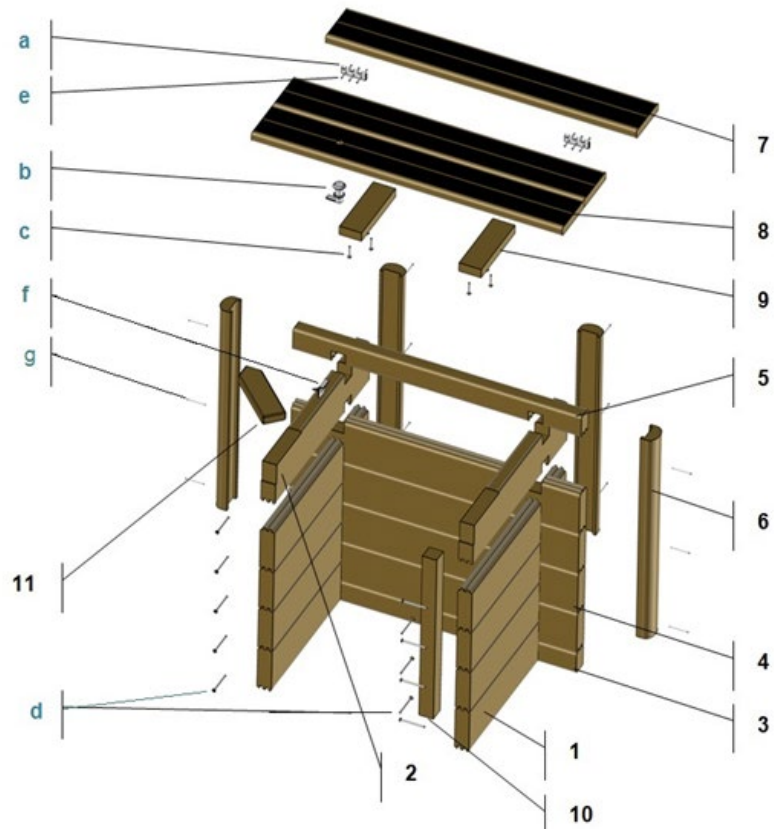
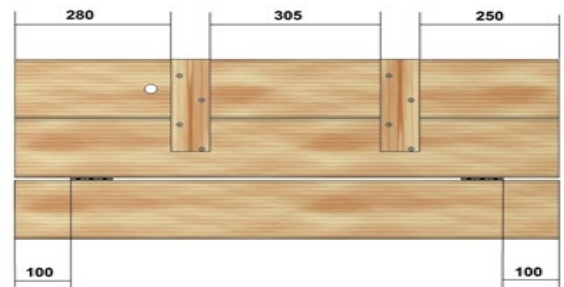

Figura 59 – Despiece del cofre
Figura 66 – Montaje de las rejillas
Para finalizar, coloque el rastrel de 45 × 45 mm (pieza n° 10 de la *Figura 59*) utilizando 4 tornillos de cabeza avellanada 5 × 80 torx roscados 50 mm (d). Este rastrel debe estar a ras con el extremo del cofre de madera.
La pieza de esquina entregada con el pack de madera de su piscina urbana es rectangular. Después de colocar las coronaciones de su cofre, habrá un espacio vacío triangular. Para evitar este inconveniente, es aconsejable sustituir esta pieza por la que se entrega con el cofre (pieza n° 11 de la Figura 59), que tiene un extremo puntiagudo.
- fijando el rastrel (pieza n° 10 de la Figura 59) ten las láminas de madera del vaso con 3 tornillos de cabeza avellanada 5 x 80 torx roscados 50 mm (d);
Con 3 tornillos de cabeza avellanada 4 × 35 por bisagra (e), atornille las dos bisagras sobre la parte de una coronación de rejilla de 97,5 cm de largo (pieza nº 7 de la *Figura 59* con las dimensiones indicadas en la *Figura 66*.
Las dos coronaciones restantes de 97,5 cm de largo (una de las cuales tiene una perforación para recibir la cerradura) se unirán con los rastreles que se fijarán desde abajo. Utilice 2 tornillos de cabeza avellanada 5 × 40 torx roscados 25 mm por rastrel y por lámina, para un total de 8 tornillos (c), respetando la ubicación de la perforación del cerrojo y las dimensiones indicadas en la *Figura 66*, y deje un espacio libre de 2 mm entre las dos coronaciones.
El sistema de bloqueo de la trampilla consiste en un tambor con llave, una leva de bloqueo que se fija al final del tambor y un cerradero de bloqueo que se fija en la lámina de bloqueo de la cerradura del cofre (pieza n° 2 de la *Figura 59*).